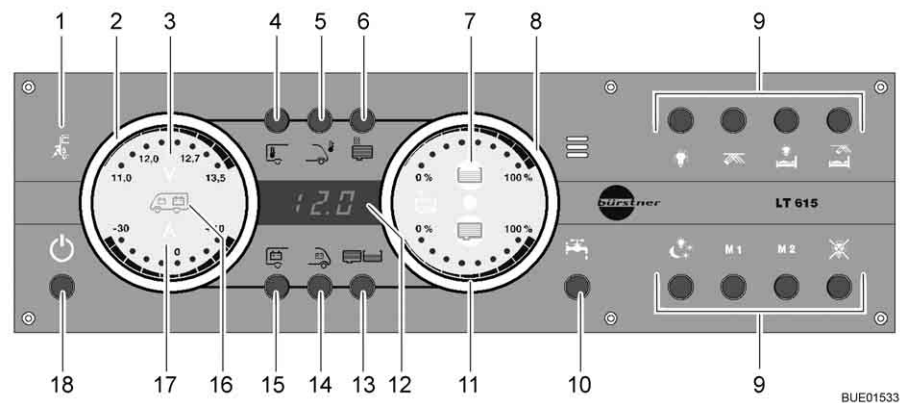

Bild 159 Panel LT 615
Die 230-V-Kontroll-Leuchte (Bild 159,1) leuchtet, wenn am Eingang des Elektroblocs Netzspannung vorhanden ist. Die Batterien werden geladen.
Der 12-V-Hauptschalter (Bild 159,18) schaltet das Panel und die 12-V-Versorgung des Wohnraums ein und aus.
- Einschalten: Taste 12-V-Versorgung (Bild 159,18) kurz drücken. Die 12-V-Versorgung des Wohnraums ist eingeschaltet. Die Kontroll-Anzeige "12 V" leuchtet.
- ▷ Wenn nach dem Einschalten die LED "11,0" der Voltanzeige sowie das Symbol Volt "V" (Bild 159,3) im Anzeigeelement Batterien (Bild 159,2) blinken, dann ist die Spannung der Wohnraumbatterie zu gering. Batterie laden.
- ▷ Wenn nach dem Einschalten die Kontroll-Anzeige "12 V" und das Symbol Volt "V" (Bild 159,3) dreimal blinken, dann ist die Batterietrennung aktiviert. Batterietrennung deaktivieren.
- ▷ Wenn das Panel ausgeschaltet ist und das Symbol "V" (Bild 159,3) rot blinkt, dann ist die Batterie entladen. Um die Batterie vor Tiefentladung zu schützen, kann das Panel dann nicht eingeschaltet werden. Batterie so schnell wie möglich laden.
- Taste 12-V-Versorgung (Bild 159,18) kurz drücken. Die 12-V-Versorgung des Wohnraums ist ausgeschaltet. Die Kontroll-Anzeige "12-V-Versorgung" erlischt.
- Taste Wohnraumbatterie (Bild 159,15) drücken und ca. 10 Sekunden lang gedrückt halten. Das Symbol Volt "V" (Bild 159,3) und die Kontroll-Anzeige "12 V" blinken dreimal. Die Wohnraumbatterie ist vom 12-V-Bordnetz getrennt.
- Taste 12-V-Versorgung (Bild 159,18) drücken und ca. 5 Sekunden lang gedrückt halten. Das Symbol Volt "V" (Bild 159,3) und die Kontroll-Anzeige "12 V" blinken dreimal. Die Wohnraumbatterie ist mit dem 12-V-Bordnetz verbunden. Die Kontroll-Anzeige leuchtet nach ca. 5 Sekunden.
- Taste Wohnraumbatterie (Bild 159,15) drücken. Das Symbol Volt "V" (Bild 159,3) leuchtet. Das Symbol Ampere "A" (Bild 159,17) leuchtet je nach Ladung oder Entladung weiß bzw. rot. Die Batteriespannung und der Strom der Wohnraumbatterie werden über die LEDs im Anzeigeeinstrument angezeigt. Die Restkapazität der Wohnraumbatterie wird auf dem Display in Prozent angezeigt.
- Taste Starterbatterie (Bild 159,14) drücken. Das Symbol Volt "V" (Bild 159,3) leuchtet. Die Batteriespannung der Starterbatterie wird über die LEDs im Anzeigeeinstrument angezeigt.
- Taste Tanks (Bild 159,13) drücken. Die Symbole Wassertank (Bild 159,7) und Abwassertank (Bild 159,11) leuchten. Die Füllstände des Wassertanks (obere Skala) und des Abwassertanks (untere Skala) werden über die LEDs im Anzeigeeinstrument angezeigt.
Das Symbol Wassertank (Bild 159,7) oder das Symbol Abwassertank (Bild 159,11) blinkt, wenn der Wassertank leer oder der Abwassertank voll ist.
Über die Digitalanzeige (Bild 159,12) lassen sich die Innentemperatur und die Außentemperatur in °C anzeigen.
- Taste Innenraumtemperatur (Bild 159,4) drücken. Die Innentemperatur wird angezeigt.